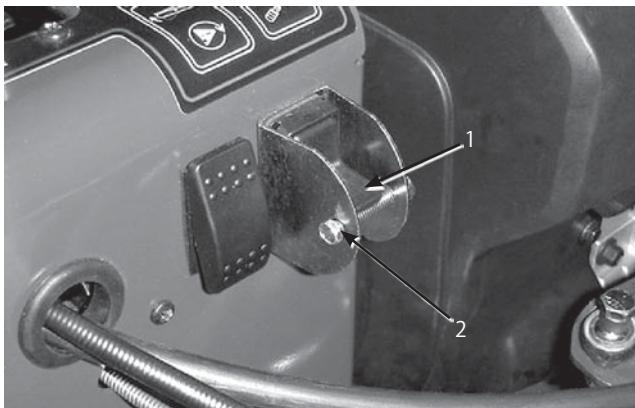

図30
3. セレクタ・スイッチのロック用キャップスクリュとナットを外す(図30)。